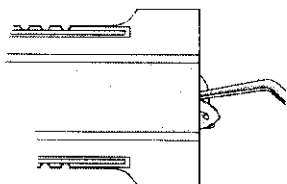

Figura 5
5. Utilizar las pinzas de manipulación para sujetar el háptico posterior y plegar suavemente el háptico sobre la parte anterior de la óptica, tal y como se muestra en la Figura 5.